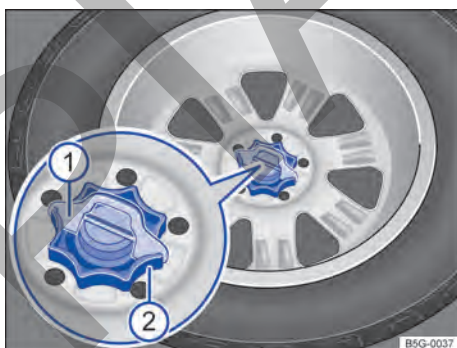

Fig. 193 En el maletero: ruedecilla para fijar la rueda de repuesto.
- Extraiga hacia arriba la cuña del seguro antigiro → fig. 193 ①.
- Desenrosque completamente, en el sentido contrario al de las agujas del reloj, la ruedecilla central que sujeta la rueda de repuesto → fig. 193 ②.
- Encaje la caña del seguro antigiro → **fig. 193 1** en la ranura del tornillo prisionero de modo que la ruedecilla ya no se pueda girar más.